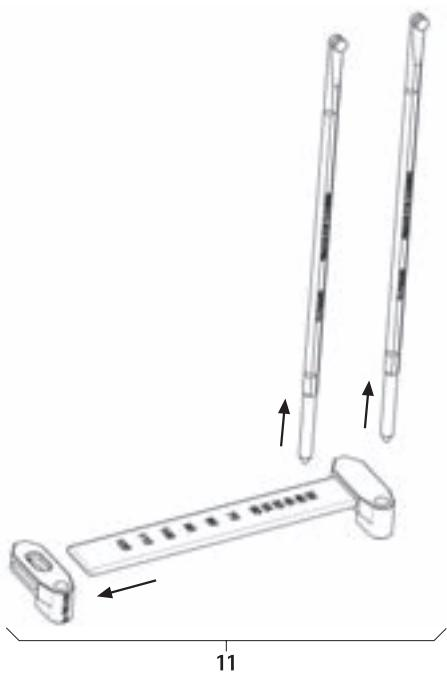

Fig. 7
- Desmontar el medidor de longitud de varilla 11, ver Fig. 7.